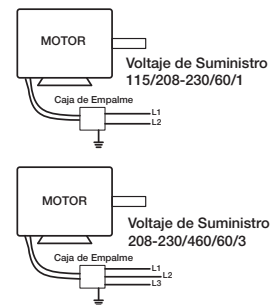

Figura 8 — Diagrama de Cableado Típico
- Monte y conecte el interruptor de desconexión segura que se encuentra debajo de la cubierta del ventilador y conecte el motor según el diagrama de cableado de conexión. Consulte Conexión eléctrica, Figura 8. Conecte los interruptores de control a nivel de suelo.
NOTA: Consulte la Figura 8 para conocer el diagrama de cableado.